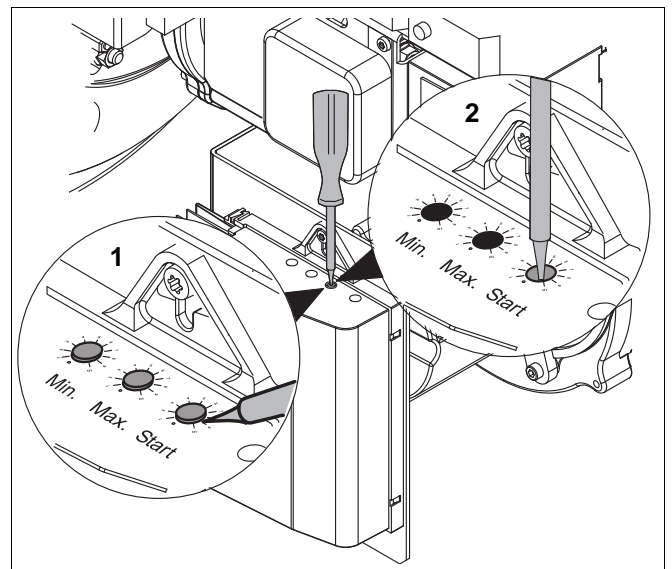

Рис. 15 Настройка потенциометра "Start"
- Выньте отверткой заглушку потенциометра "Start" и сохраните ее в надежном месте (рис. 15, вид 1).
- Поворачивая отверткой потенциометр "Start" (рис. 15, вид 2), измените пусковую нагрузку (таб. 4).
- Снимите отверткой заглушку потенциометра "Min." и сохраните ее в надежном месте (рис. 15, вид 1, стр. 24).
- Выньте отверткой заглушку потенциометра "Max." и сохраните ее в надежном месте (рис. 15, вид 1, стр. 25).